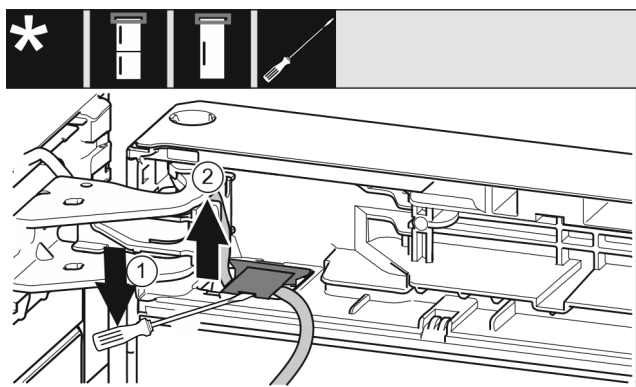

Fig. 11
- ▶ С плоската отвертка повдигнете и издърпайте капака. Fig. 11 (1)
- ▶ Издърпайте кабела. Fig. 11 (2)